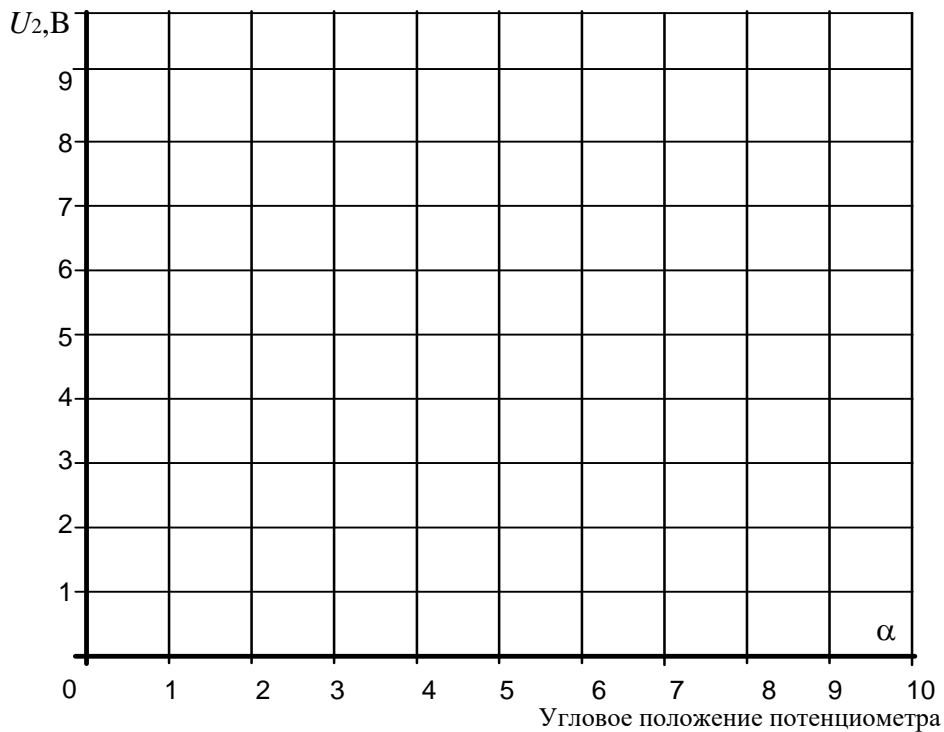

Рисунок 10
4.2. Перенесите значения напряжения  $U_2$  на график (рис. 10) для построения кривой  $U_2 = f(\alpha)$ .